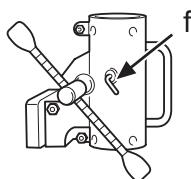

Fig.7
5. Fijar la caja de alimentación en la columna de perforación con la manija de fijación del lado (f) (fig. 7) de la caja de alimentación.
5. Fixar a caixa de alimentação na coluna de perfuração com o manípulo de fixação que se encontra no lado (f) (Fig. 7) da caixa de alimentação.
5. Secure the feed housing on the drill column with the locking handle on the side (f) (Fig. 7) on the feed housing.